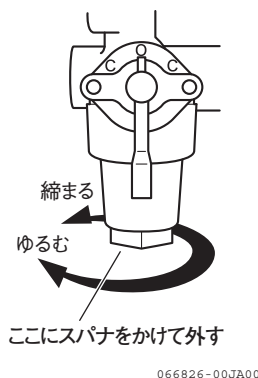

図 4-13 燃料コシ器（カップ）
2. 燃料コシ器下部の四角部を工具（10 mm）でゆるめて、燃料コシ器のカップを外します。（図 4-13）